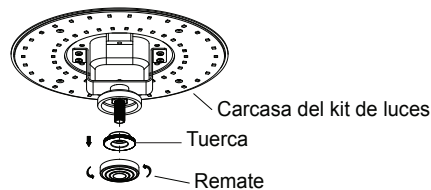

Fig. 18
**Paso 1.** Retira el remate y la tuerca de la boquilla roscada del conjunto de la lámpara del kit de luces. (Fig. 18)